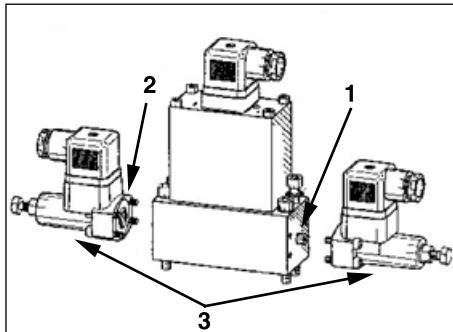

Figura 3
1. Saque el tornillo de capacete y la arandela situados en el extremo del cuerpo de la válvula más cercano al orificio en el cual se medirá la presión (ver figura 3, No. 1).
2. Cubra la junta tórica en la superficie de montaje del interruptor de presión con aceite hidráulico (ver figura 3, No. 2).
3. Con los tornillos de capacete suministrados instale el interruptor de presión en el extremo de la válvula. Apriete los tornillos a 4 NM (3 LB-PIE) (ver figura 3, No. 3).